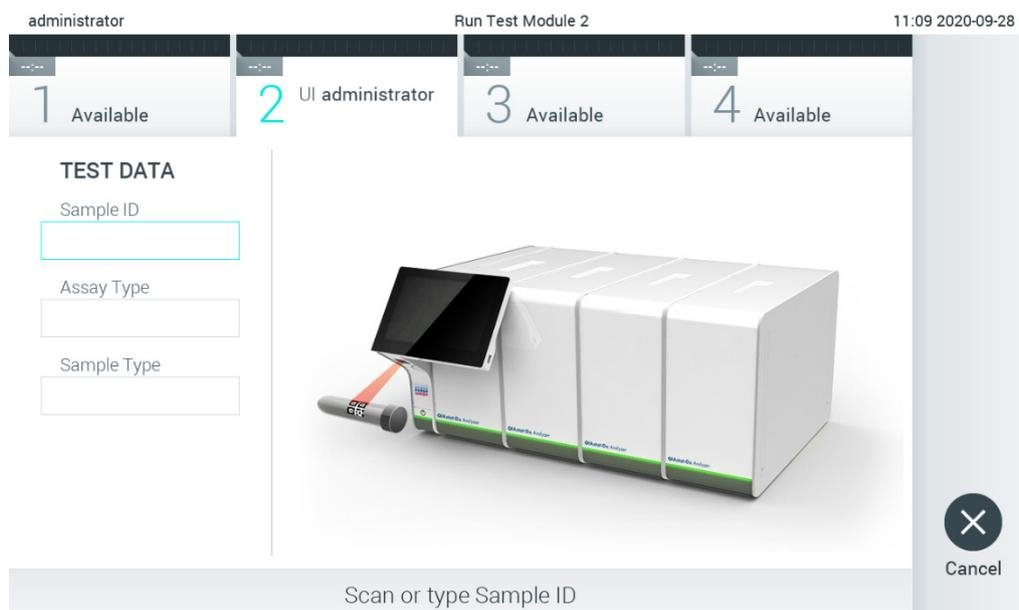

Figura 75. Digitalização do código de barras da Sample ID (ID da amostra).
2. Quando solicitado, digitalize o código de barras da Sample ID (ID da amostra), utilizando o leitor de código de barras integrado no módulo operacional (Figura 75).